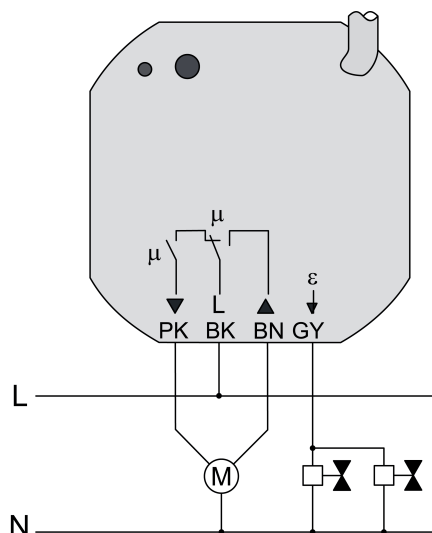

Рисунок 7
- Подключить нагрузку (рисунок 7). Использовать прилагаемые вставные клеммы с пружинными зажимами. Гибкие концы проводов должны быть лужеными.